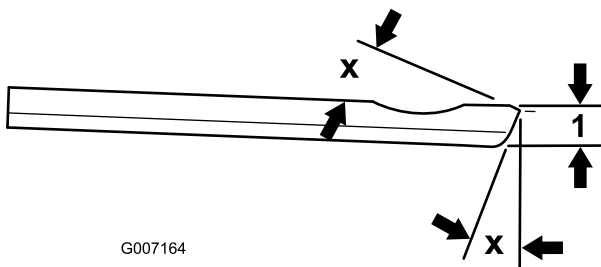

Figura 20
**Nota:** El ángulo de afilado recomendado para la parte superior y delantera de la contracuchilla es de 3 a 7 grados (Figura 20).